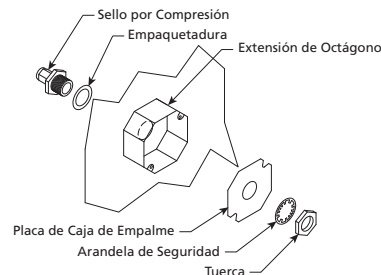

Figura 6 — Componentes
2. Inserte el adaptador Evergreen Quik-Seal en el orificio desde el interior del ducto, asegurándose de que la empaquetadura esté en el adaptador antes de insertarlo en el orificio. Instale la arandela de seguridad y la tuerca de 1 pulg. en la parte roscada del adaptador Evergreen Quik-Seal y luego apriete firmemente. Consulte la Figura 6.